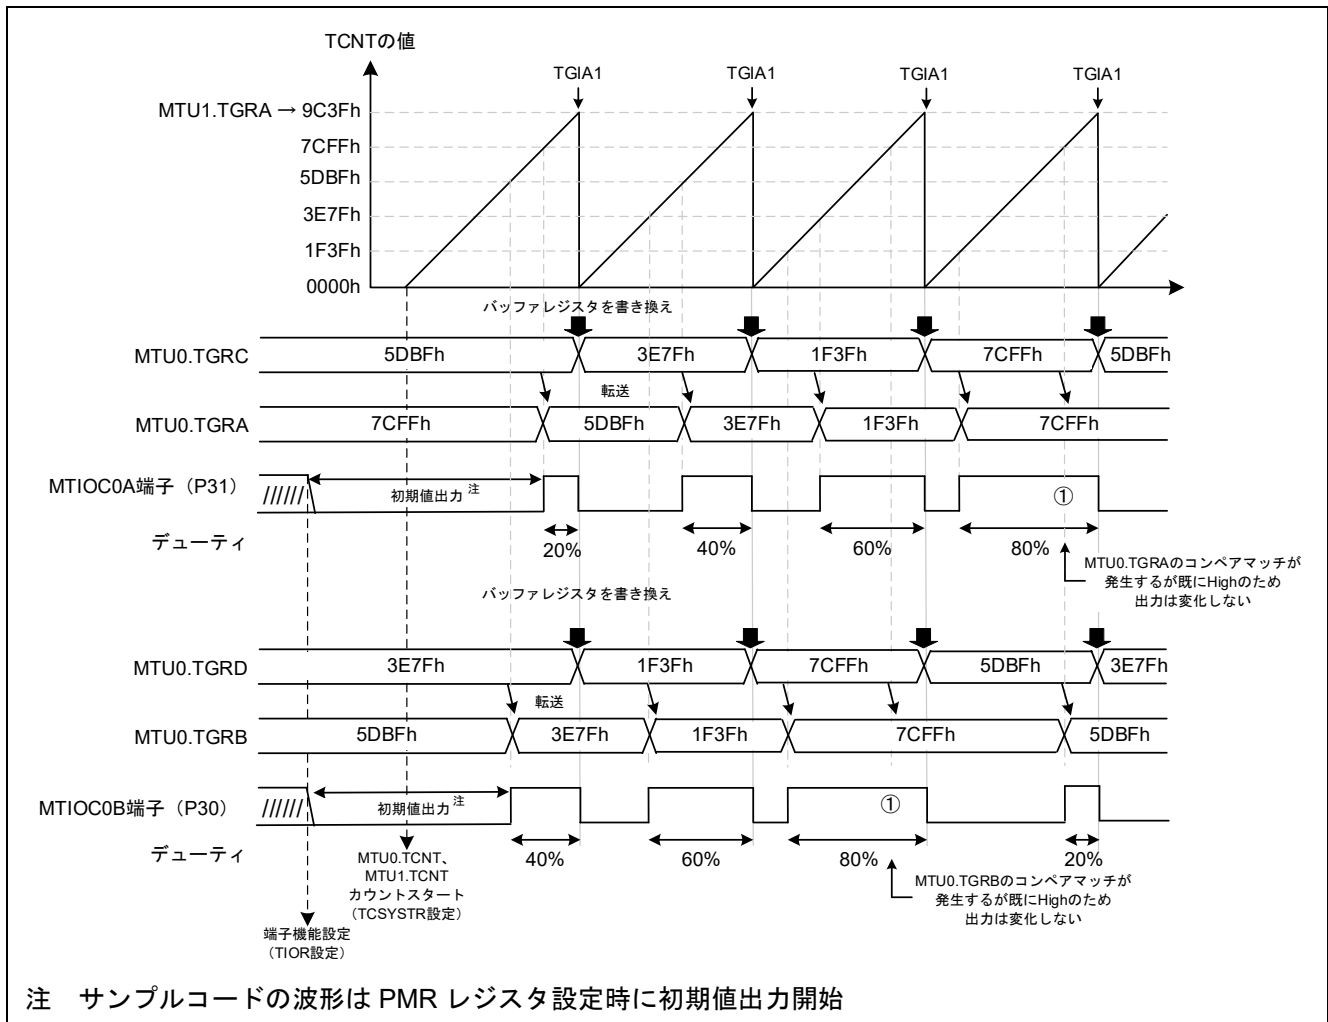

図 3-23 サンプルコードの動作
- デューティの変更タイミングの詳細は図 3-23 を参照
本サンプルコードの動作を図 3-23 に示します。周期ごとにデューティの設定を変更するため、周期レジスタ MTU1.TGRA のコンペアマッチ割り込み (TGIA1) で、バッファレジスタ MTU0.TGRC、MTU0.TGRD の値を書き換えます。MTU0.TGRC、MTU0.TGRD の値は、コンペアマッチ発生時にデューティレジスタ MTU0.TGRA、MTU0.TGRB へ転送されます。
詳細は、図 3-23 の①を参照してください。